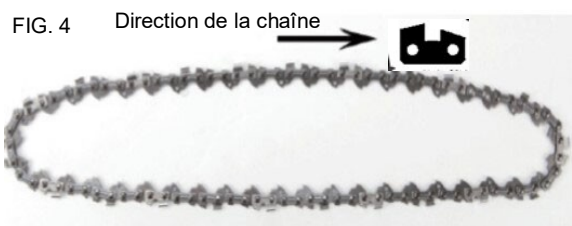

FIG. 4 Direction de la chaîne
6. Étalez la nouvelle chaîne dans une boucle et redressez-la. Les gouges doivent faire face au sens de rotation de la chaîne. Si elles sont vers l'arrière, retournez la boucle. (Fig. 4)